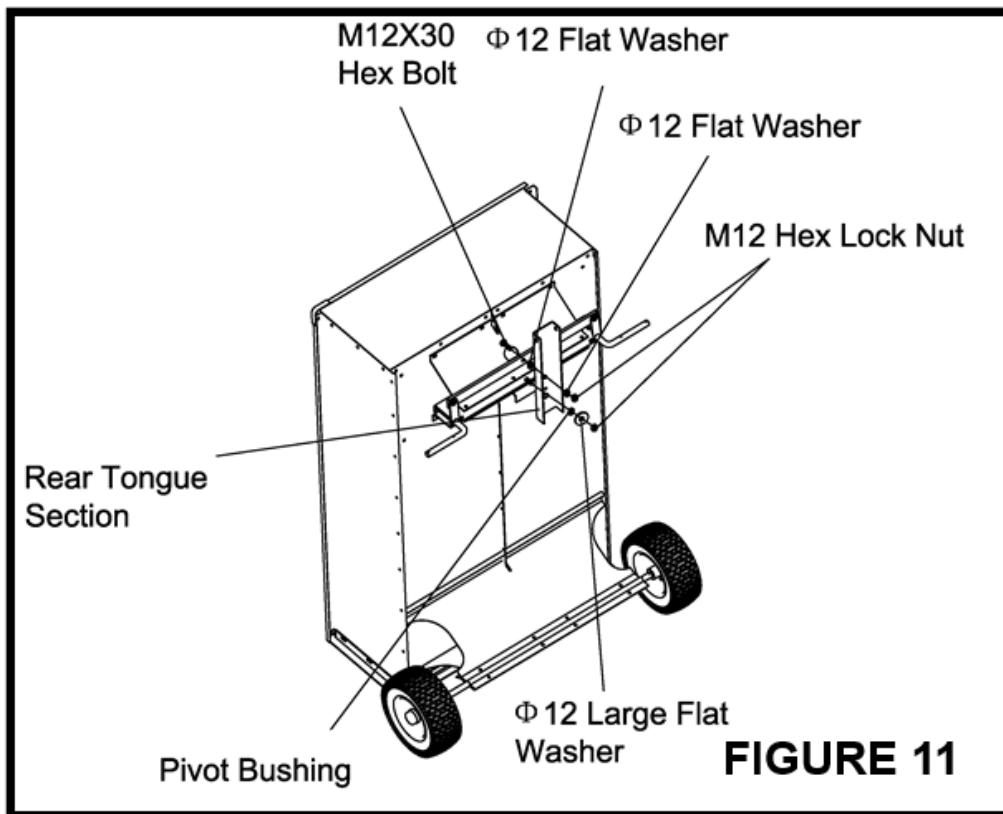

Abbildung 11
25. Entfernen Sie die M12-Sicherungsmutter vom mittleren Drehbolzen. Setzen Sie die hintere Anhängerkupplung, die Drehbuchse, die große Ø12-Unterlegscheibe und die M12-Sechskant-Sicherungsmutter wie in **Abbildung 11** gezeigt auf den Drehbolzen. (Die Drehbuchse passt in die Öffnung in der Anhängerkupplung.) Ziehen Sie alles fest an.
26. Befestigen Sie die Anhängerkupplung wie in **Abbildung 11** gezeigt mit einer M12X30 Sechskantschraube, zwei Ø12 Unterlegscheiben und einer M12 Sechskant-Sicherungsmutter an der Spurstange. Ziehen Sie die Schrauben fest an, aber lassen Sie sie locker genug, damit sich die Anhängerkupplung drehen kann.